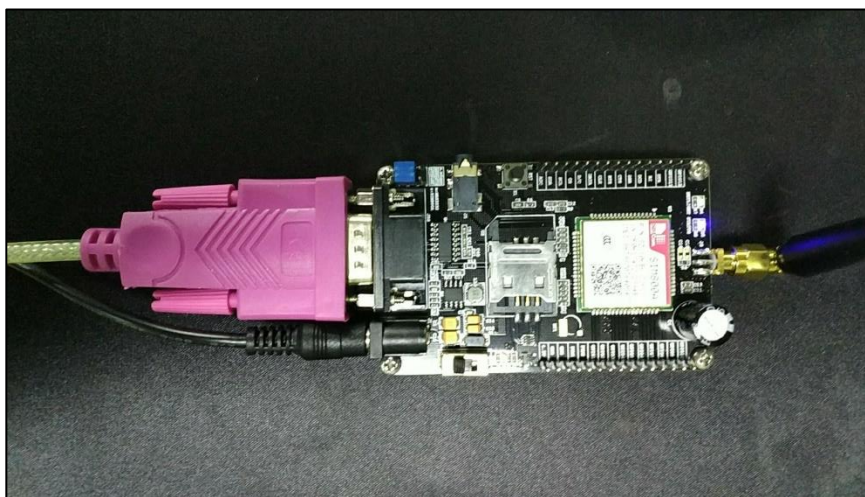

图 7-2 使用电脑测试时的模块连接
- (2) 使用 USB 转串口线连接 YH-SIM800A 模块与电脑，使用配套的直流电源给模块供电并打开模块的电源开关，见图 7-2。